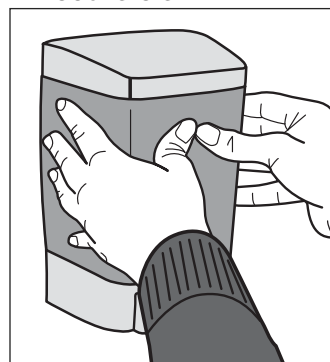

Figure 2
2. Décollez le papier de l'arrière du ruban adhésif (fourni). Appuyez le distributeur fermement contre le mur et tenez-le enfoncé pendant au moins 30 secondes pour vous assurer que le ruban adhésif adhère bien au mur. (Voir Figure 2)